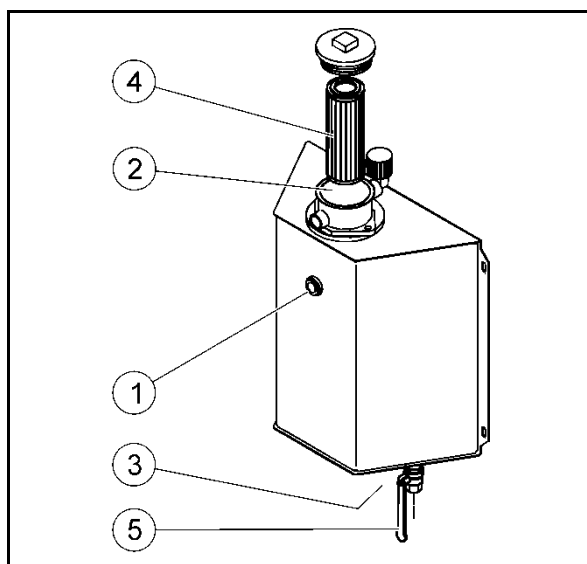

Bild 92
Kontrollera innan varje idrifttagning om avspärrningskranen (5) är öppnad. Bild 92 visar den öppnade avspärrningskranen (5).